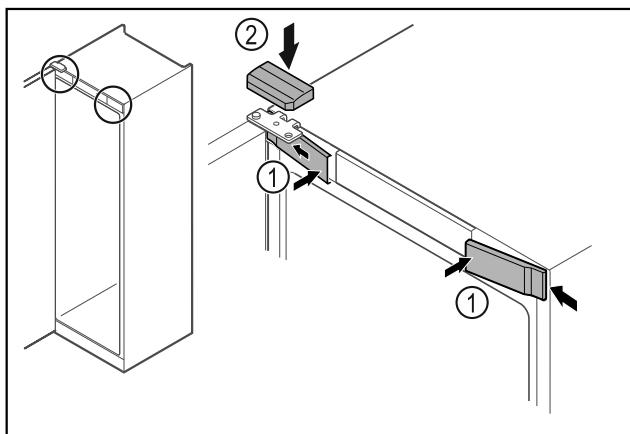

Fig. 67
- Закачете предните капаци Fig. 67 (1) отстрани и фиксирайте.
- Фиксирайте горния капак Fig. 67 (2) отгоре.